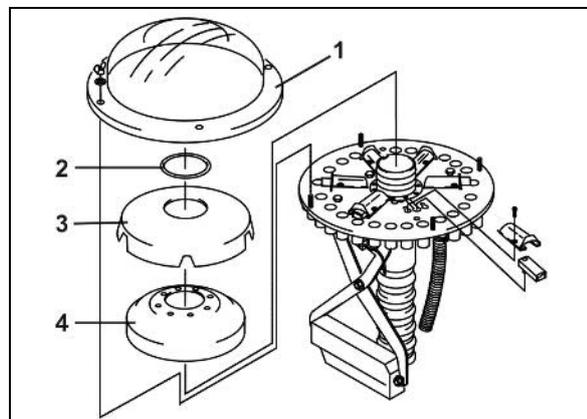

Fig. 142
- Les descentes d'alimentation (Fig. 142 / 1) des socs jalonneurs doivent être fixés sur les ouvertures des têtes de distribution, qui peuvent être fermées par les clapets (Fig. 142 / 2)
Pour mettre en place deux traces, il est possible de fermer, par trace dans la tête de distribution au niveau des clapets (Fig. 142 / 2)